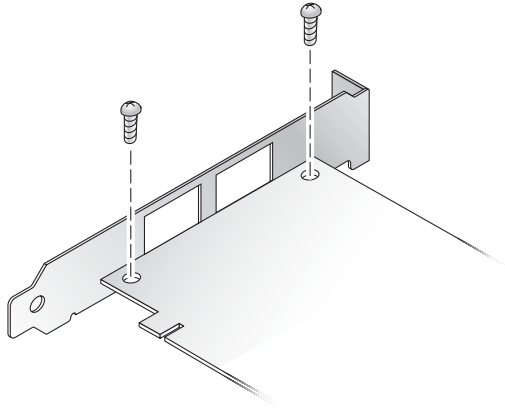

图 3-1 拆除托架螺丝
- a. 拆除单端口和双端口 HBA 中的装配托架螺丝（请参见图 3-1）。